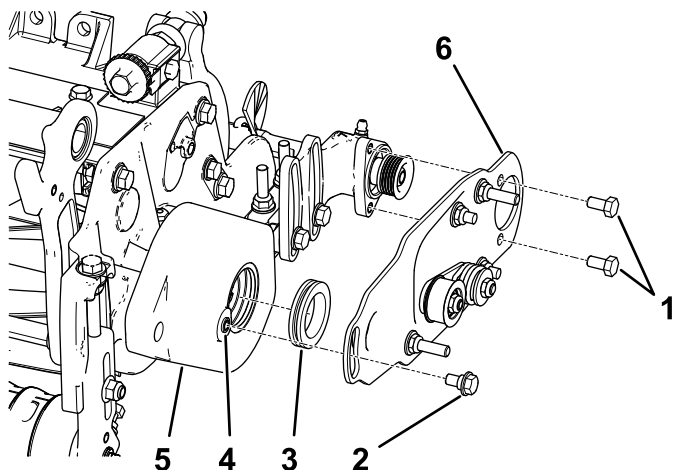

Figura 10
2. Applicare un velo di grasso sul diametro interno del gommino nell'alloggiamento della spazzola per rulli (Figura 10).
3. Montate la piastra orientabile della spazzola per rulli di sinistra o destra (Figura 10).
Nota: Verificate che il gruppo puleggia tendicinghia sia installato in basso come mostrato nella Figura 10.
4. Applicare i frenafili sui 2 bulloni (5/16" x 1/2") e utilizzateli per montare la piastra della spazzola sull'alloggiamento del cuscinetto della spazzola per rulli (Figura 10).
5. Usate una punta 5/16"–18 per rimuovere la vernice dalle filettature nell'alloggiamento della spazzola per rulli prima di avvitare il bullone di spallamento (Figura 10).
6. Applicare i frenafili sul bullone di spallamento (Figura 10).
7. Con il bullone di spallamento, fissate la piastra della spazzola sull'alloggiamento della spazzola per rulli (Figura 10).